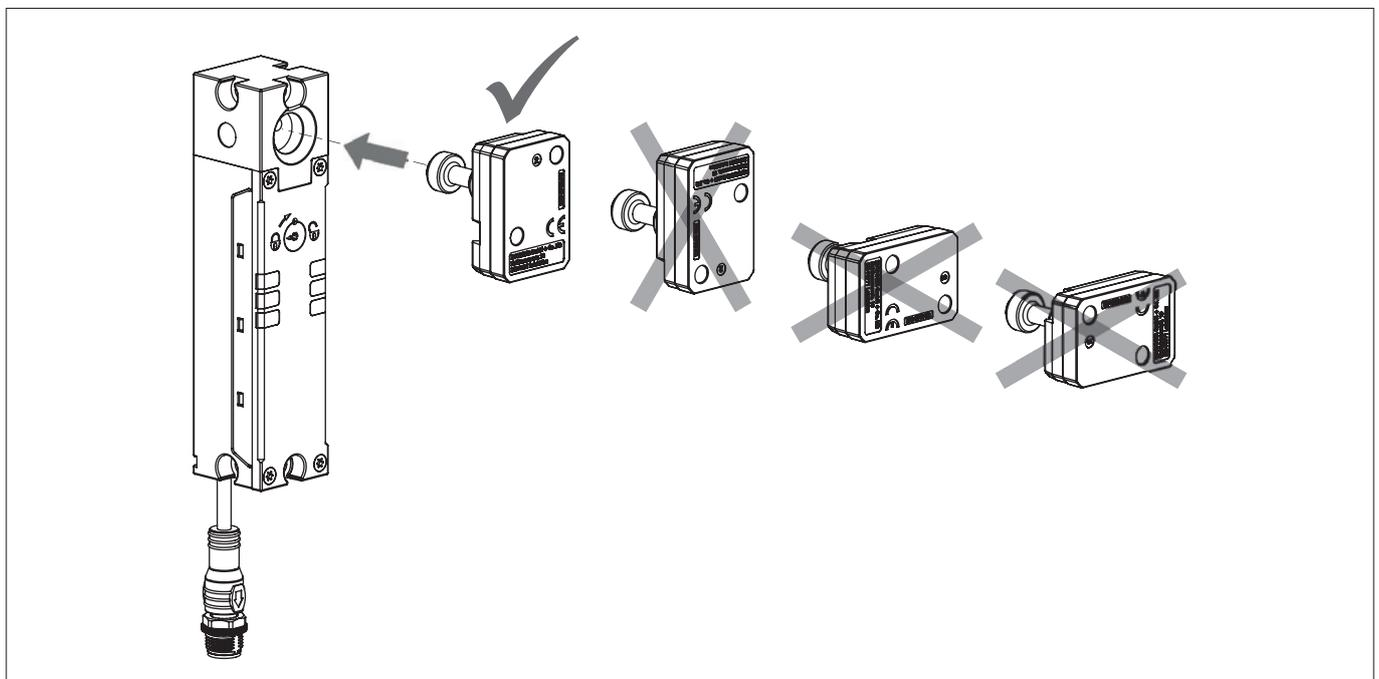

Bild 2: Ausrichtung Betätiger
- › Betätiger und Sicherheitsschalter müssen so angebracht werden, dass der Betätiger bei geschlossener Schutzeinrichtung senkrecht und vollständig in den Schalter eingeführt ist (siehe *Bild 2*). Bei unsachgemäßer Montage ist die Zuhaltfunktion nicht gewährleistet.